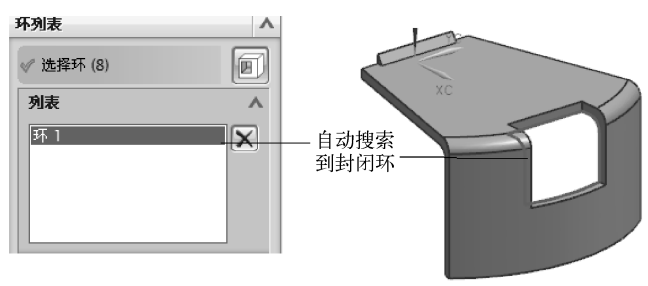
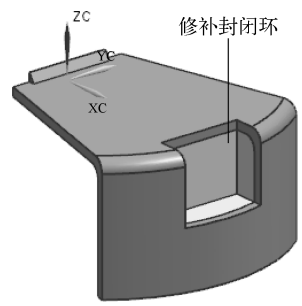

图 4-21 自动搜索到封闭环
图 4-22 修补封闭环
(1) 在图 4-16 所示的【边缘修补】对话框中，将【类型】设为【体】，然后在图形窗口中选择产品实体，系统将自动搜索产品内的封闭环，同时将结果呈现在图形窗口和列表中，如图 4-21 所示，单击【确定】按钮，系统自动修补片体，如图 4-22 所示。